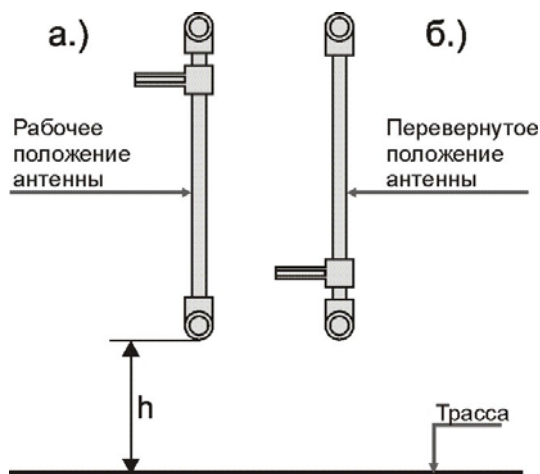

Рисунок 9.2. Положение антенны при настройке глубины залегания трассы.
1. **«Антенну в МАХ и нажмите «Ok»»** - установите антенну нижним датчиком в отмеченную точку строго вертикально и перпендикулярно трассе (рисунок 9.2.а.), нажмете . Настройка продлится 5 секунд.
2. **«Переверните антенну и нажмите «Ok»»** - переверните и установите антенну верхним датчиком в отмеченную точку строго вертикально и перпендикулярно трассе (рисунок 9.2.б.), нажмете . Настройка продлится 5 секунд.